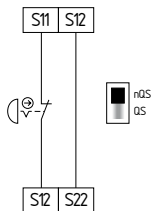

Fig. 9
**Circuito de parada de emergência de canal único com dispositivos de comando conforme EN ISO 13850 e EN 60947-5-5 (ver Fig. 9)**